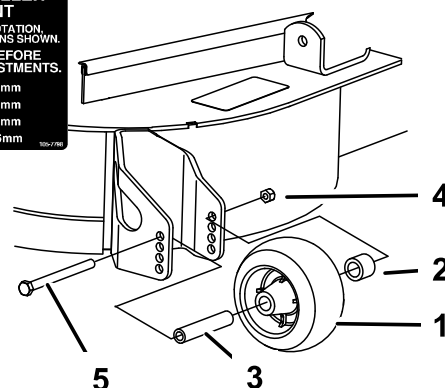

Figura 14
- Depois de regular a altura de corte, ajuste os rolos retirando a porca flangeada, a bucha, a cunha e o parafuso (Figura 14).
- Coloque a porca flangeada, a bucha, a cunha e o parafuso. Aperte com 54–61 Nm (Figura 14).